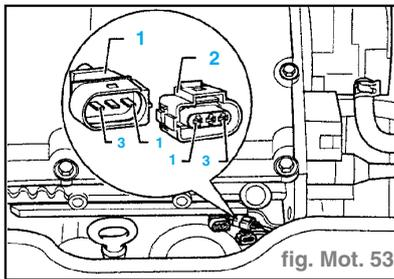

fig. Mot. 53
- Déposer le couvercle (2) et le nettoyer.
- Remplacer le joint torique (3) et reposer le couvercle avec les rondelles de compensation (4) disponibles.
- Débrancher le connecteur gris du transmetteur de régime moteur (1) allant au transmetteur (fig. Mot. 53).